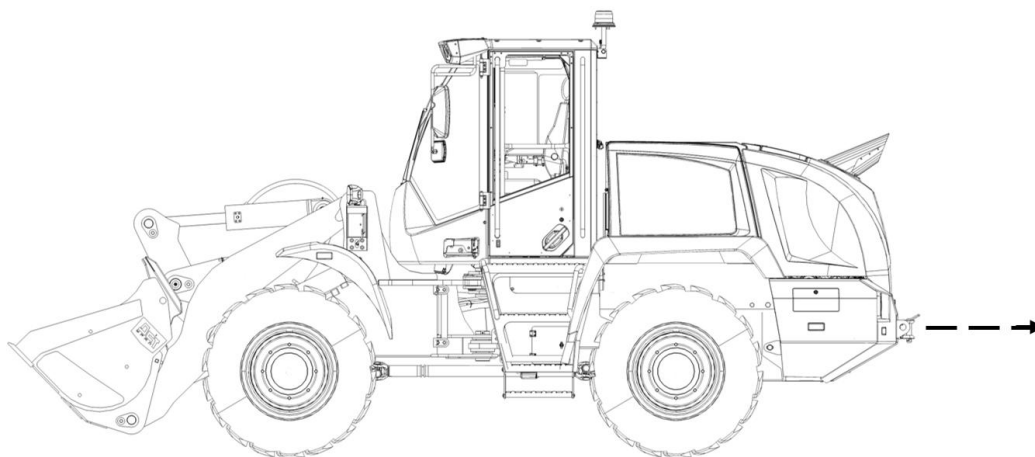

Рисунок 3.94. Буксировка машины
- ▶ Установить жесткую буксировочную сцепку в буксирно-цепное устройство на задней платформе и зафиксировать (рис. 3.94).